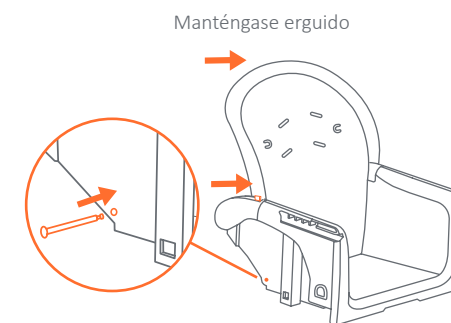

Fig. 5b
**impotente:** El respaldo debe estar en la posición más vertical antes de insertar los pasadores (Fig. 5b).